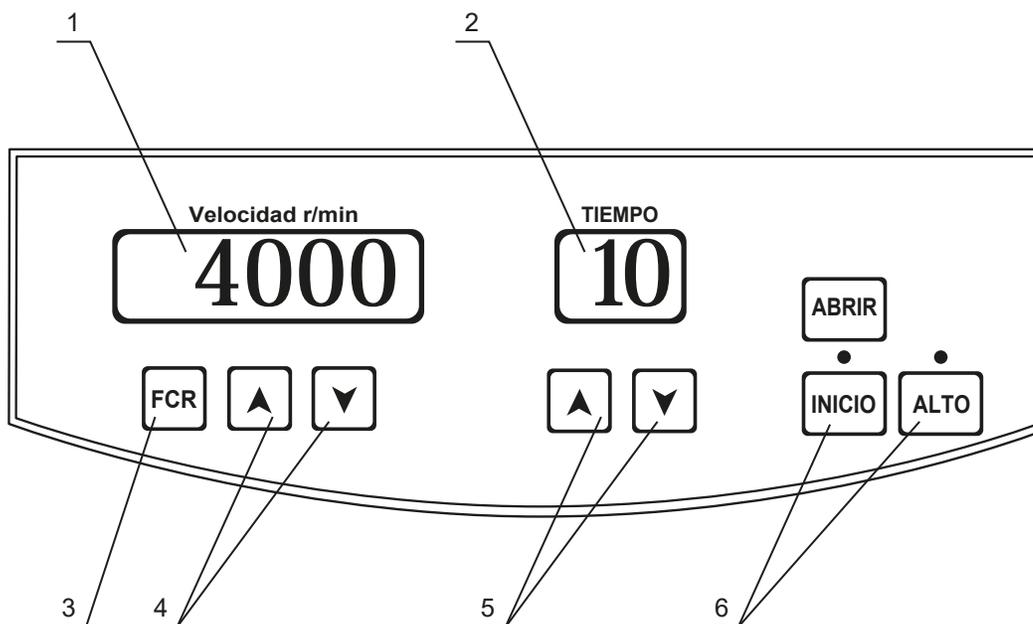

Fig. 1
**(1) Ajuste de velocidad.** Como se muestra en la imagen 1, oprima el botón de velocidad en el rango de 0 rpm al 4 000 rpm máximo, oprima el botón de velocidad, para bajar la velocidad, ponga la velocidad que usted prefiera, después que parpadee por dos ocasiones la velocidad se almacenará automáticamente.
**(2) Ajuste de FCR.** Como se muestra en la imagen 1, oprima el botón “FCR” hacia arriba y en la pantalla se mostrará la FCR, seleccione la FCR en un rango de 0 al máximo de FCR. Oprima el Botón FCR hacia abajo para disminuir el valor. Ponga la FCR que usted prefiera, después que parpadee el iluminar dos veces, la programación de la FCR se almacenará automáticamente.